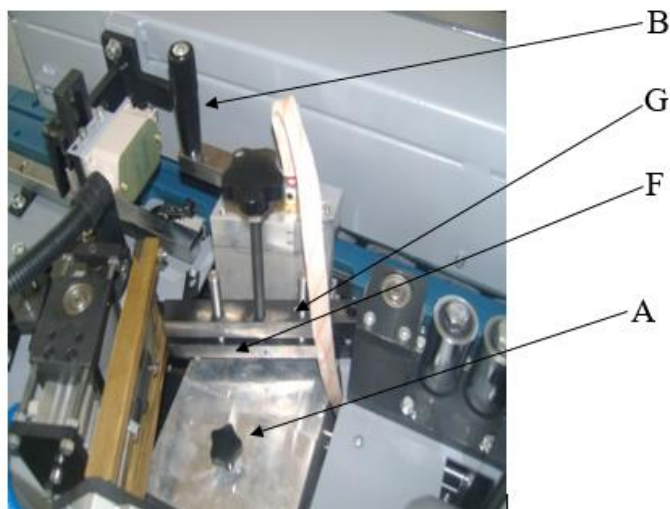

Рис. 13
- Когда клей станет жидким, и его температура достигнет 190°C , запустите клеевой вал, контролируя количество клея при помощи рычага В (Рис. 13). Следите за количеством клея в клеевом узле; при необходимости доливайте клей в узел, пока расстояние от его поверхности до верха емкости не будет равно 1 см.